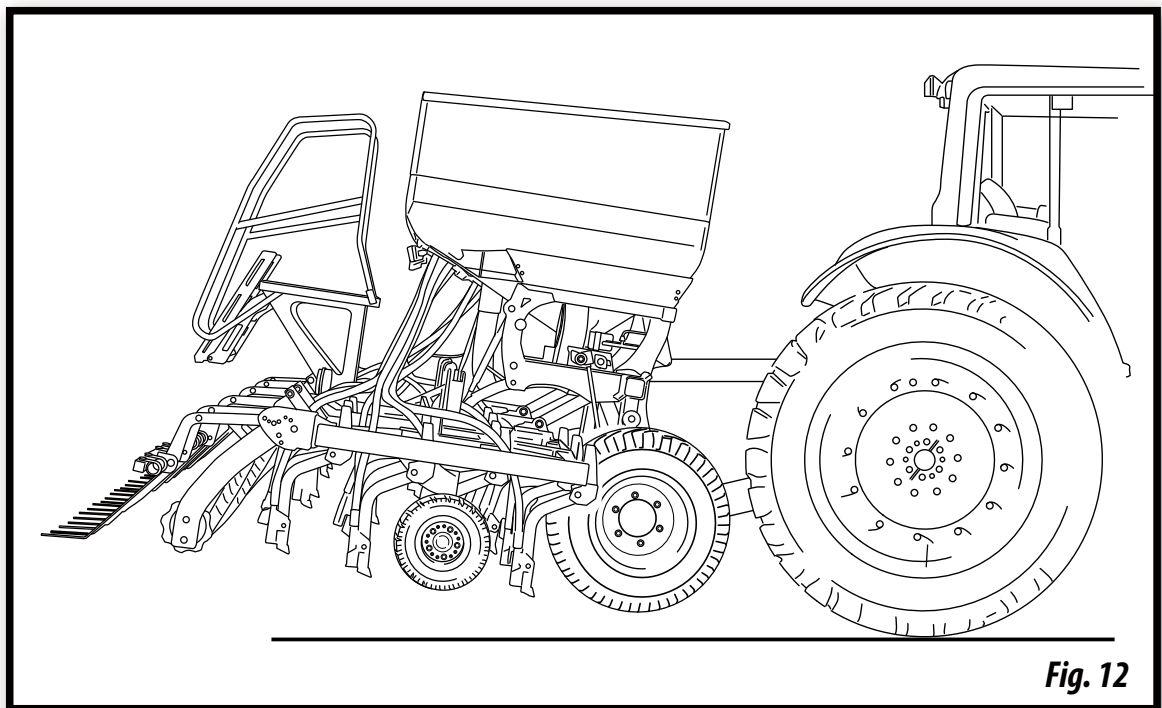

Fig. 12
- 2- Levantar la máquina hasta que los BRAZOS DE SIEMBRA no toquen el suelo (fig. 12).
PARA LA MICRODOSIFICACIÓN DE SEMILLAS PEQUEÑAS, NO SOBREPASAR LA MEDIDA DE 25 DE LA ESCALA DE REGULACIÓN (nº 2, fig. 12).